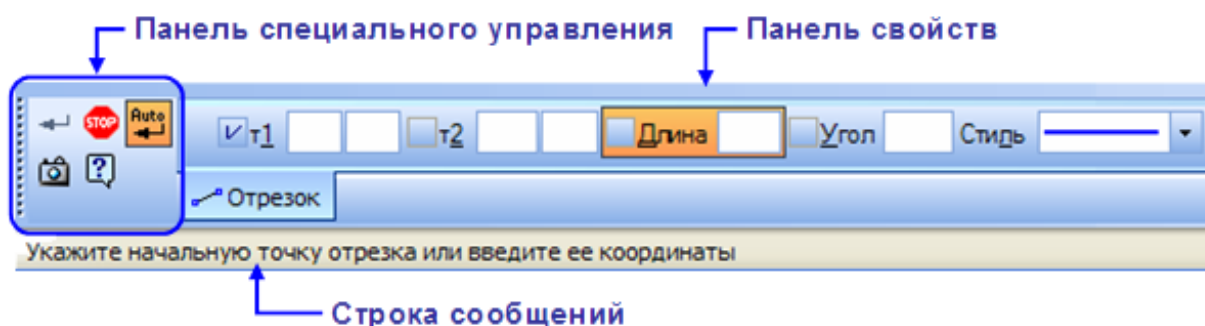

Рисунок 4.8 – Панель свойств
**Панель свойств** включает Панель специального управления и Строка сообщений (рисунок 4.8).